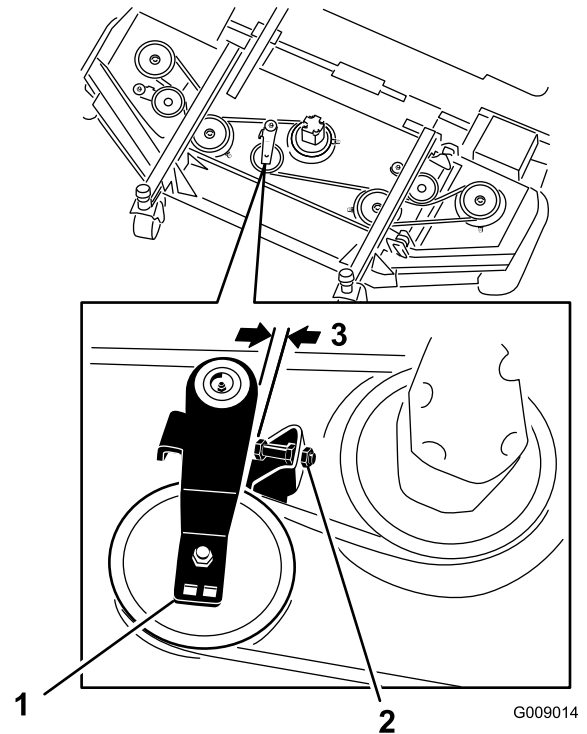

Рисунок 126
3. На передней деке в среднем положении отпустите контргайки на винте упора натяжного ролика и заверните винт упора в кронштейн (Рисунок 126).
4. Используя гаечный ключ с храповиком или аналогичный инструмент, отодвиньте натяжной ролик каждой боковой деки от приводного ремня, чтобы ослабить натяжение ремня и снять его со шкива боковой деки (Рисунок 126).